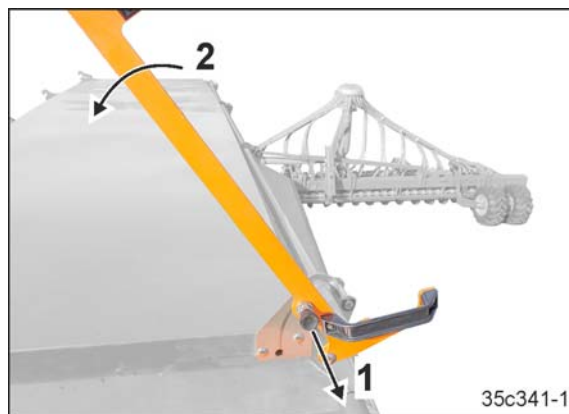

Fig. 259
3. Den federbelasteten Bolzen (Fig. 259/1) herausziehen und den Hebel (Fig. 259/2) nach unten schwenken.